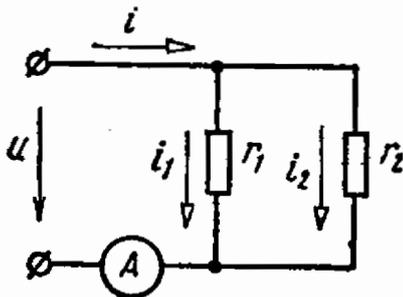

Рис. 4.6
4.6. Определить токи в ветвях, написать выражение для мгновенных значений тока в неразветвленной части цепи схемы рис. 4.6, а также определить показание амперметра, если напряжение $u = 179 \sin 314t$, а сопротивления ветвей $r_1 = 10$ Ом и $r_2 = 25,4$ Ом.